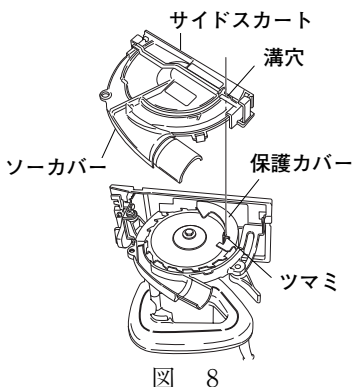

図 8
- 保護カバーのツマミをサイドスカートの溝穴に通して、ソーカバーを取りはずします。(図8)